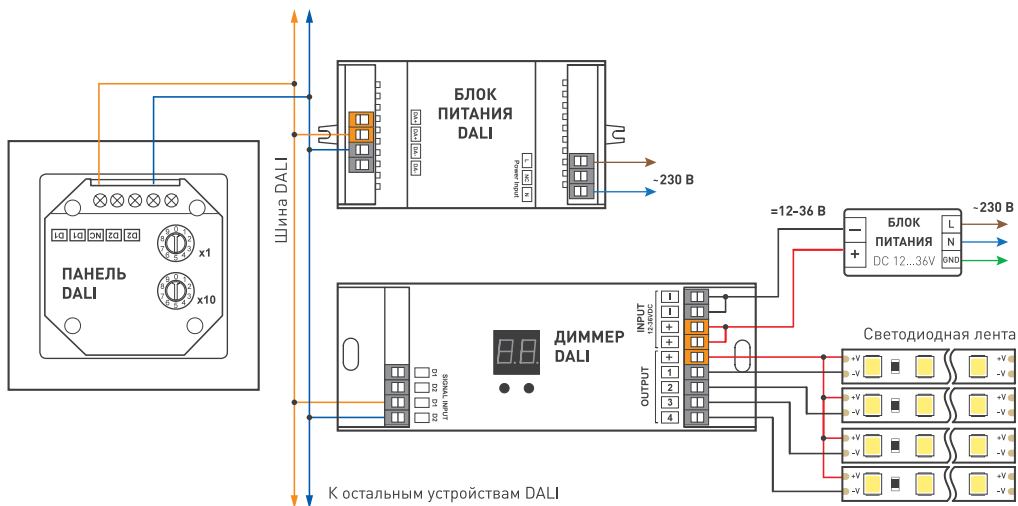

Рисунок 1. Подключение сенсорной панели на примере диммера SR-2302P.
3.2. Подключите провода от шины DALI к клеммам D1 и D2 сенсорной панели (Рис. 1).